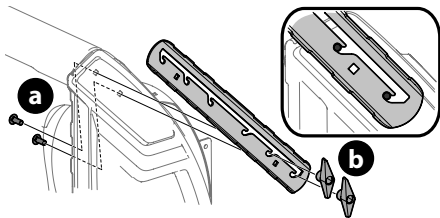

Figure 42
1. Desserrez les boulons de carrosserie (a) et les écrous papillon (b) qui fixent chaque barre de coupe. Voir (Figure 42).